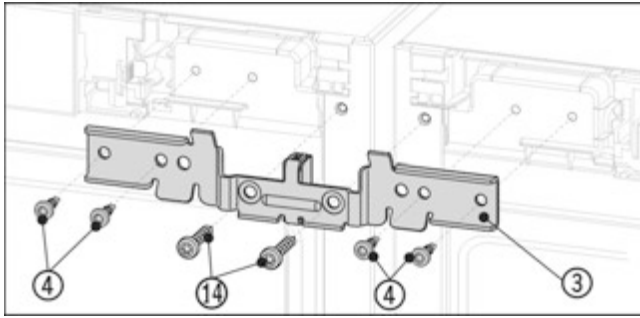

Fig. 13 Приблизне відображення
- ▶ Всунути кут Fig. 13 (3) з дистанційною прокладкою між пристроями і на цапфу. Трохи прикрутити кут з допомогою чотирьох гвинтів Fig. 13 (4) та заздалегідь викручених гвинтів заземлення Fig. 13 (14) поперемінно зліва та справа.